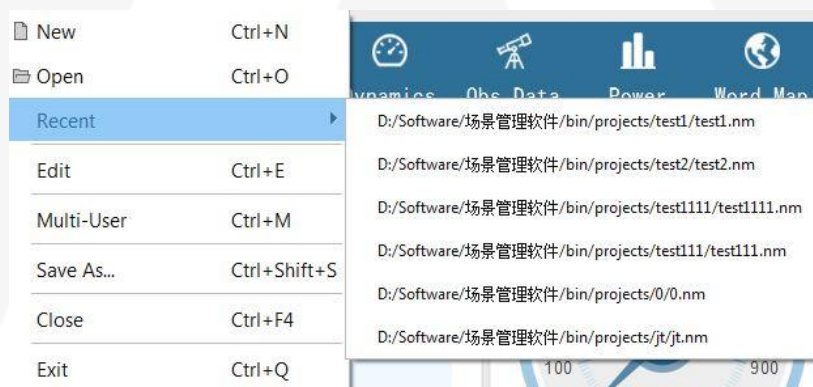

Рисунок 3-10 – Окно недавних сценариев
3. Недавние сценарии: позволяет быстро выбрать и загрузить файл сценария имитации, который открывался последним (Рисунок 3-10).